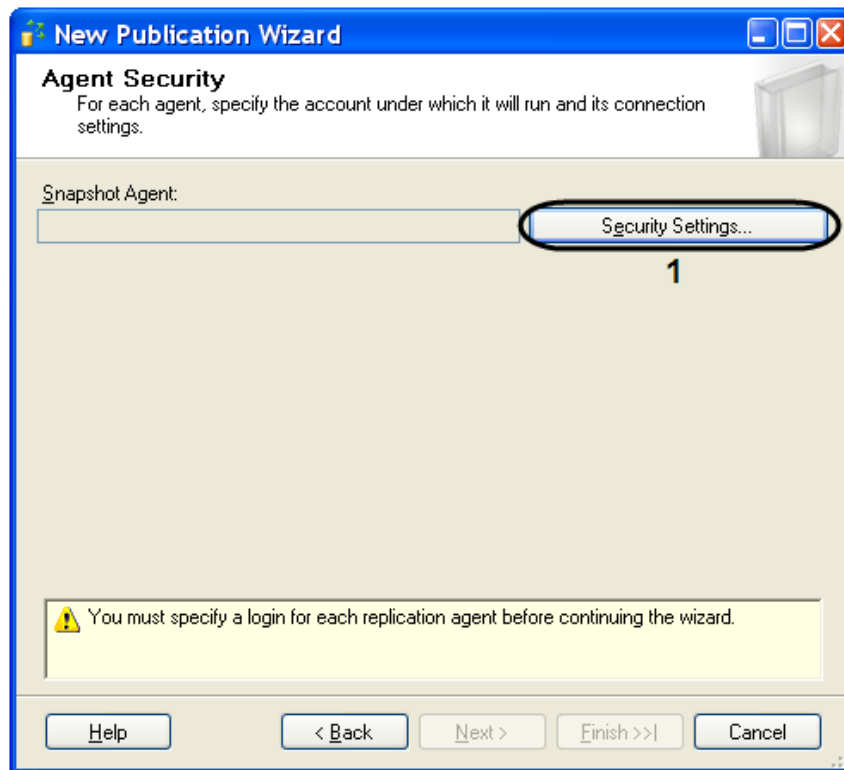

Fig. 9.3—8 Agent Security
- 10.11. «Snapshot Agent Security» window will open in result (Fig. 9.3—9).